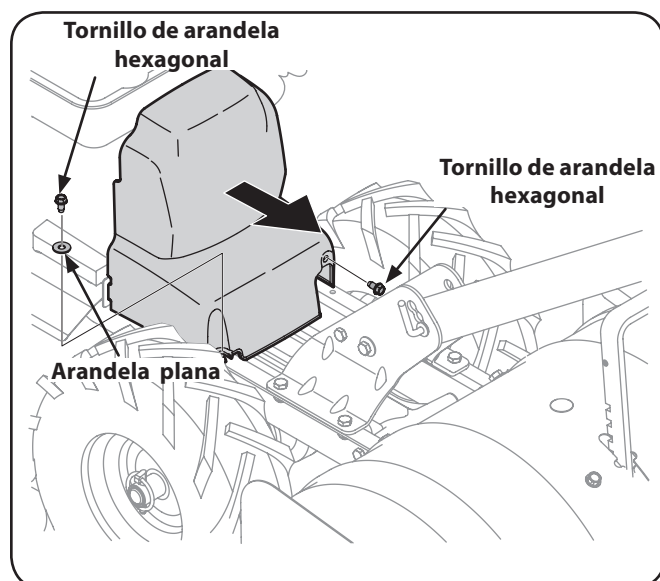

Figura 7-1
2. Retire la cubierta de la correa como se observa en la Figura 7-1, extrayendo primero los dos tornillos de arandela hexagonal de 1.4-20 y una arandela plana. Levante la cubierta de la correa, aléjela de la cultivadora y colóquela en un lugar seguro hasta que vuelva a instalarla.